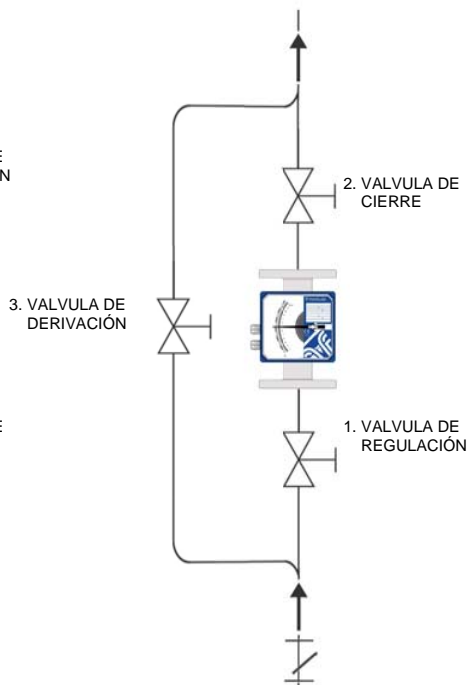

Figura 2 INSTALACION PARA LIQUIDOS
Si el fluido a medir es un líquido, es aconsejable instalar una válvula de regulación ANTES del medidor (Figura 2).
4.2 Medida de líquidos (Figura 2)
En la medición de líquidos, la válvula de regulación (1) debería montarse tal como se indica en la figura 2.